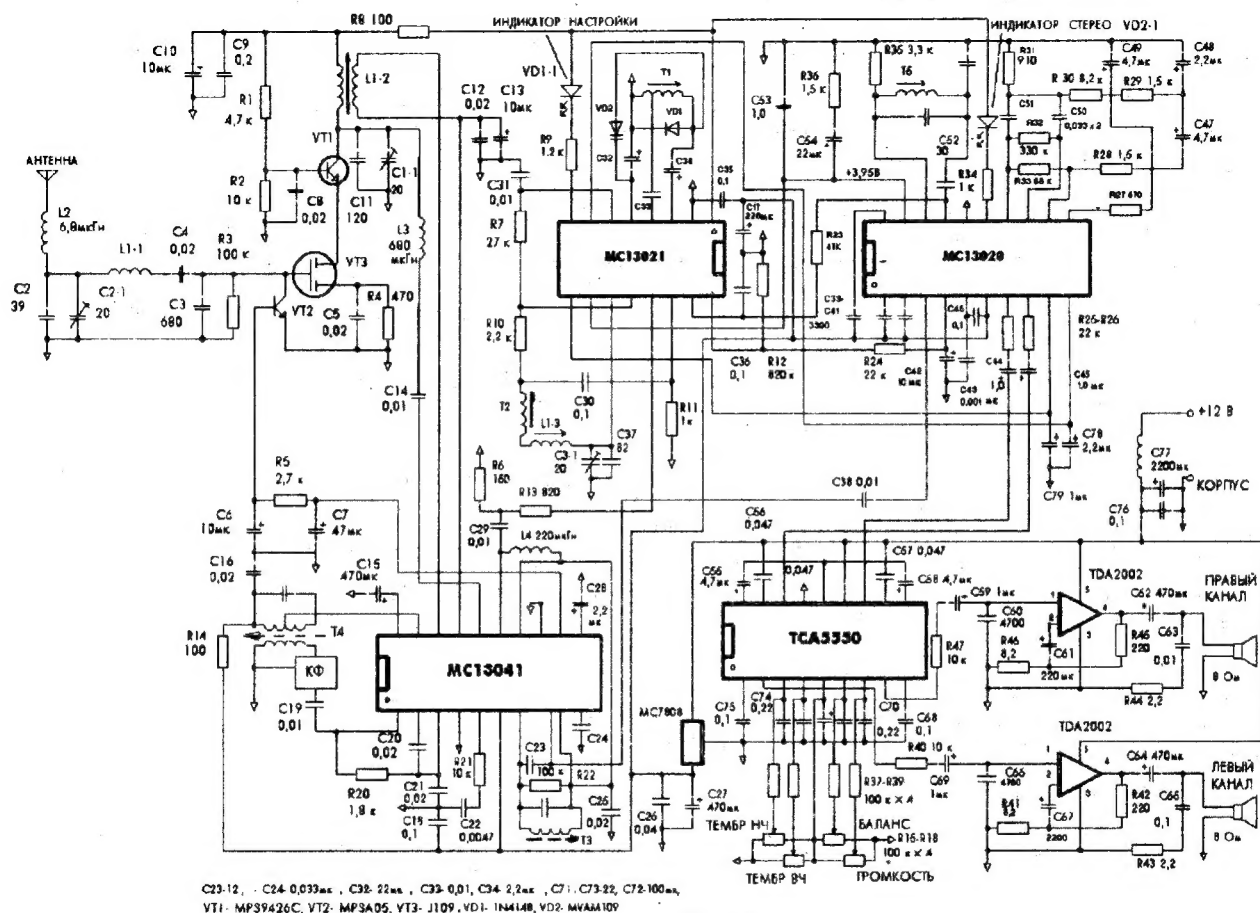

Рис.5
2. Высокочастотная часть схемы автомобильного АМ-стереоприемника (рис.5) состоит из двух биполярных и одного полевого транзисторов.